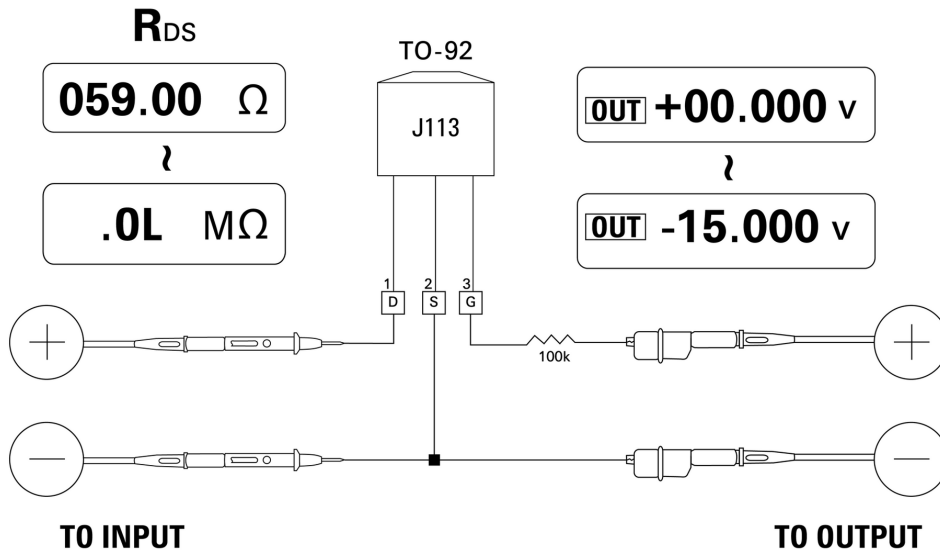

Figura 5-11 JFET de canal N
- 4 Gradualmente disminuya la salida de voltaje de +00.000 V a -15.000 V. El valor R_{DS} aumentará apropiadamente (Figura 5-11 en la página 106).